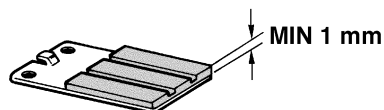

Fig. 29
- Los extremos de las dos pastillas (Fig. 29) no deberan ser inferiores a un espesor de 1 mm. En el caso de ser inferior a esta cota, proceder inmediatamente a su sustitución.